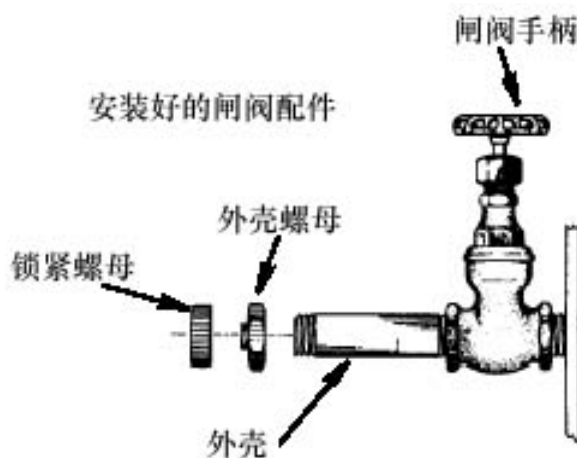

图 7、锁紧螺母和外壳螺母的拆卸
- 1、将锁紧螺母和外壳螺母从安装好的闸阀配件外壳上拆下（见图 7）。